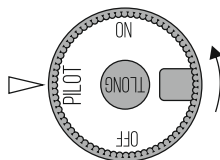

Рис. 24 Положение
- 2 Нажмите и поверните против часовой стрелки ручку управления в положение «PILOT» (см. рис. 24). Нажмите ручку управления до упора и одновременно нажимайте кнопку пьезовоспламенителя, пока не загорится запальная горелка. Удерживайте ручку в нажатом положении 20–30 секунд, пока не нагреется термопара контроля пламени.